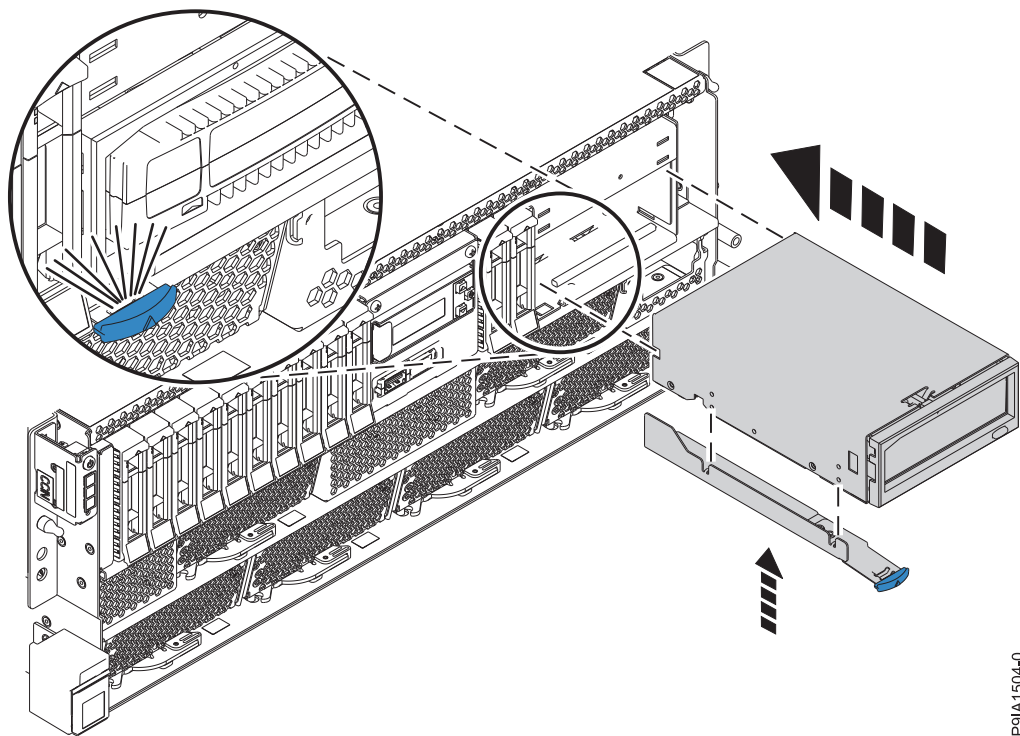

Abbildung 17. Interne RDX-Andockstation bei einem Einschubsystem austauschen
5. Schieben Sie die interne RDX-Andockstation so weit in das System, bis sie einrastet (siehe Abb. 17).